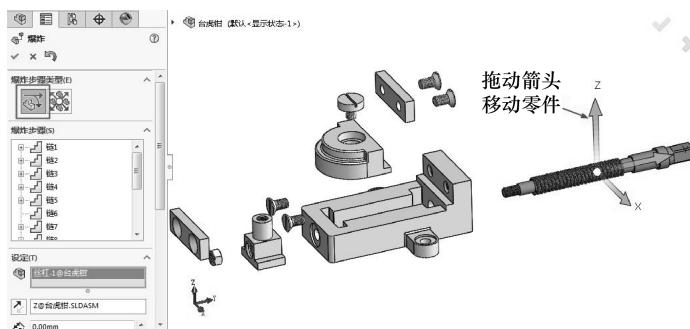

图 8-43 创建爆炸视图
- 02 在【装配体】选项卡中单击【爆炸视图】按钮，然后通过【爆炸】属性面板选择台虎钳装配体中各个零部件在装配体的 XYZ 方向上平移，完成爆炸视图的创建，如图 8-43 所示。